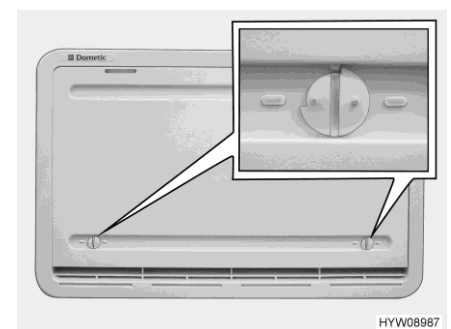

Fig. 204 Cubierta de invierno (rejilla de ventilación del frigorífico)
La cubierta de invierno (Fig. 204) protege el grupo de refrigeración de aire frío. Colocar cubiertas de invierno delante de ambas rejillas de ventilación del frigorífico si la temperatura exterior cae por debajo de +10 °C (tanto en caso de funcionamiento a gas como en caso de funcionamiento con electricidad).
- Abrir ambos bloqueos (Fig. 204) (la ranura está en posición horizontal).